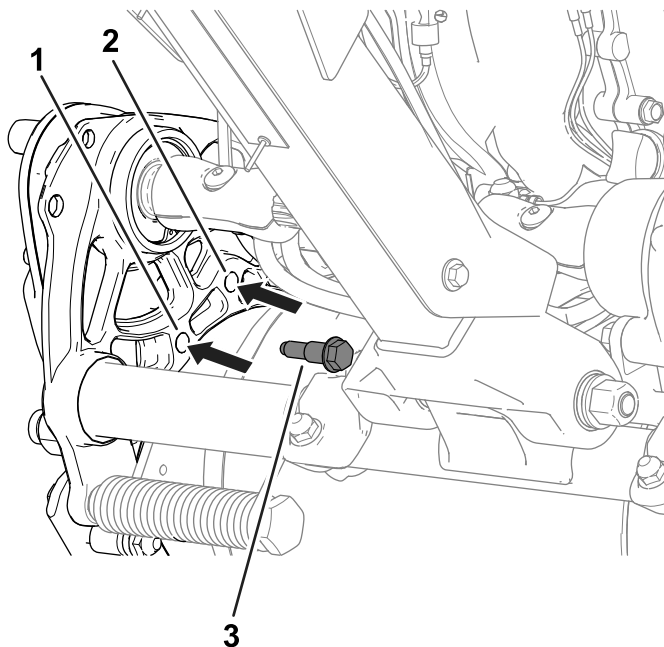

Figura 19
2. Retire os parafusos com olhal (Figura 19) em cada lado da máquina que prendem a caixa da transmissão do tambor ao chassis.
4. Utilize os parafusos com olhal previamente removidos para prender a caixa da transmissão ao chassi (Figura 19).